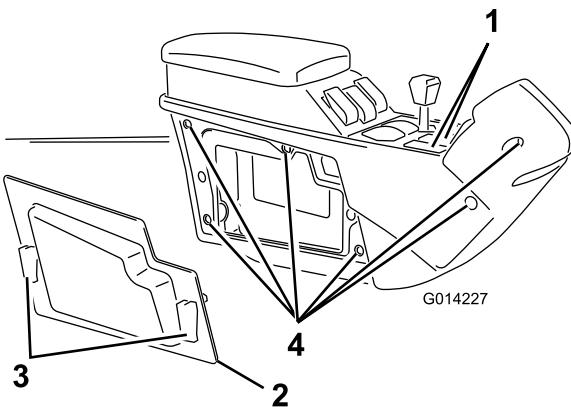

Figura 27
1. Rimuovete i 2 tappi che chiudono i fori degli interruttori del traccialinee schiumogeno sul gruppo consolle centrale (Figura 27).
2. Liberate i 2 attacchi rapidi e rimuovete il pannello laterale dal gruppo consolle centrale (Figura 27).
3. Rimuovete i 6 bulloni che fissano il coperchio laterale destro al gruppo consolle centrale (Figura 27).